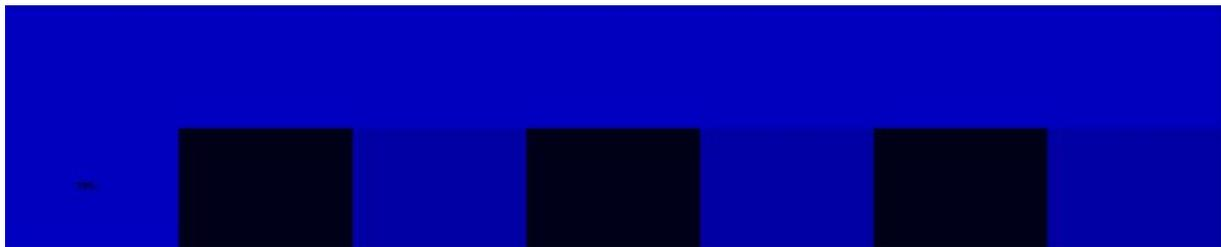

Abb.1: Chromapegel / Farbpegel / Farbsättigung zu niedrig eingestellt
- Das Blaue Feld (Zeile 2) ist heller oder dunkler als der Blaue Anteil des weißen Kontrollbalkens (Zeile 1). (Abb.1+2)
- Durch das Filter zeigen die cyanfarbenen und die magentafarbenen Felder eine unterschiedliche Helligkeit. (Abb.1)
- Die Felder einer oder mehrerer Farben lassen sich nicht klar differenzieren. Eine Übersteuerung (Clipping) besteht – Reduzieren Sie Chromapegel / Farbpegel / Farbsättigung. (Abb. 1)
Abb.1: Clipping / Übersteuerung erkennbar, in diesem Falle übersteuert die Farbe Grün, zu erkennen daran, dass erst 97 Prozent von 100 Prozent unterscheidbar sind. Auch andere Farben mit Grünanteil zeigen Unterschiede, Weiß, Gelb und Cyan zeigen in den hellsten Teilen Verfärbungen. Selbst wenn die Farbpegeleinstellung mit den 75 Prozent-Feldern korrekt war sollten Sie den Pegel um zwei Prozent herunter Regeln um die Farbverfälschung und die undifferenzierte Darstellung satter Grün / Grautöne zu vermeiden.